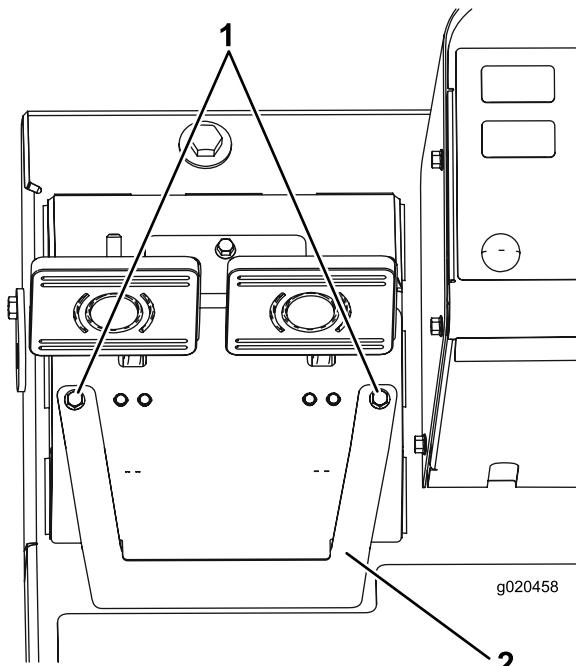

Bild 98
- A. Lösen Sie die zwei Befestigungsschrauben und nehmen die Bremseinstellabdeckung ab (Bild 98).